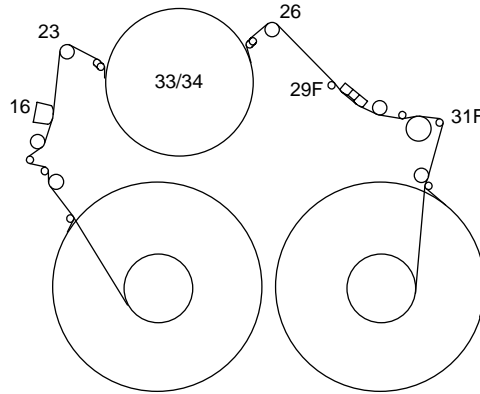

Fig. 22
- Ajuster le galet de renvoi des guides de chargement gauche (Pos. 23, Fig. 22) et droit (Pos. 26, Fig. 22) à l'aide du tournevis de réglage de façon que l'amplitude des paquets FM soit au maximum et rectiligne.
- Adjust the reverse roller of the left (Pos. 23, Fig. 22) and right (Pos. 26, Fig. 22) threading roller unit to obtain the maximum amplitude of the FM-packages with straight-lined envelope.
- Au moyen du dynamomètre mesurer la traction sur la bande entre la tête d'effacement principale (Fig. 22, Pos. 16) et le guide de chargement gauche (Fig. 22, Pos. 23) (pousser à cet effet la tête d'effacement à gauche).
- Measure the tape tension between the full-track erase head (Fig. 22, Pos. 16) and the reverse roller (Fig. 22, Pos. 23) by means of the tentelometer (for this press the full-track erase head to the left).